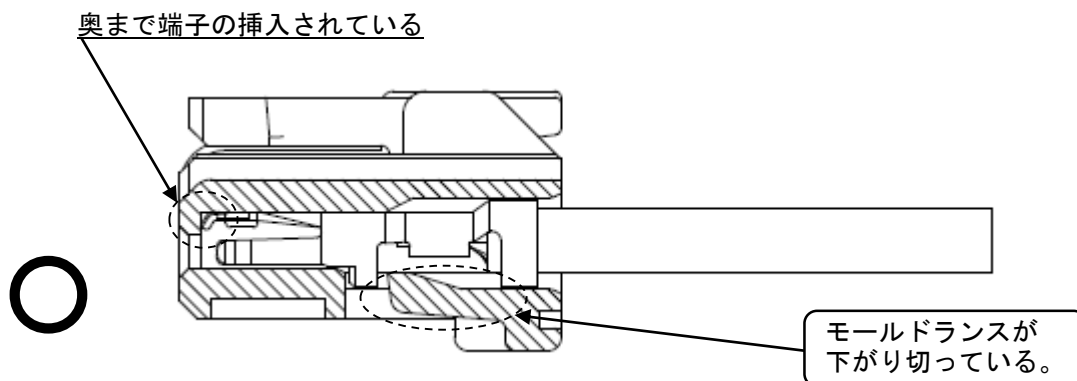

Fig.6-4 正しく装着されている場合
- ⑤ すべての端子の装着後、リセプタクル ハウジングのモールドランスを間口より覗き、モールドランス部の位置を確認して下さい。正しく装着されている場合は、端子ランス部がきちんとモールドランスを乗り越えた位置にあります。(Fig.6-4/6-5)